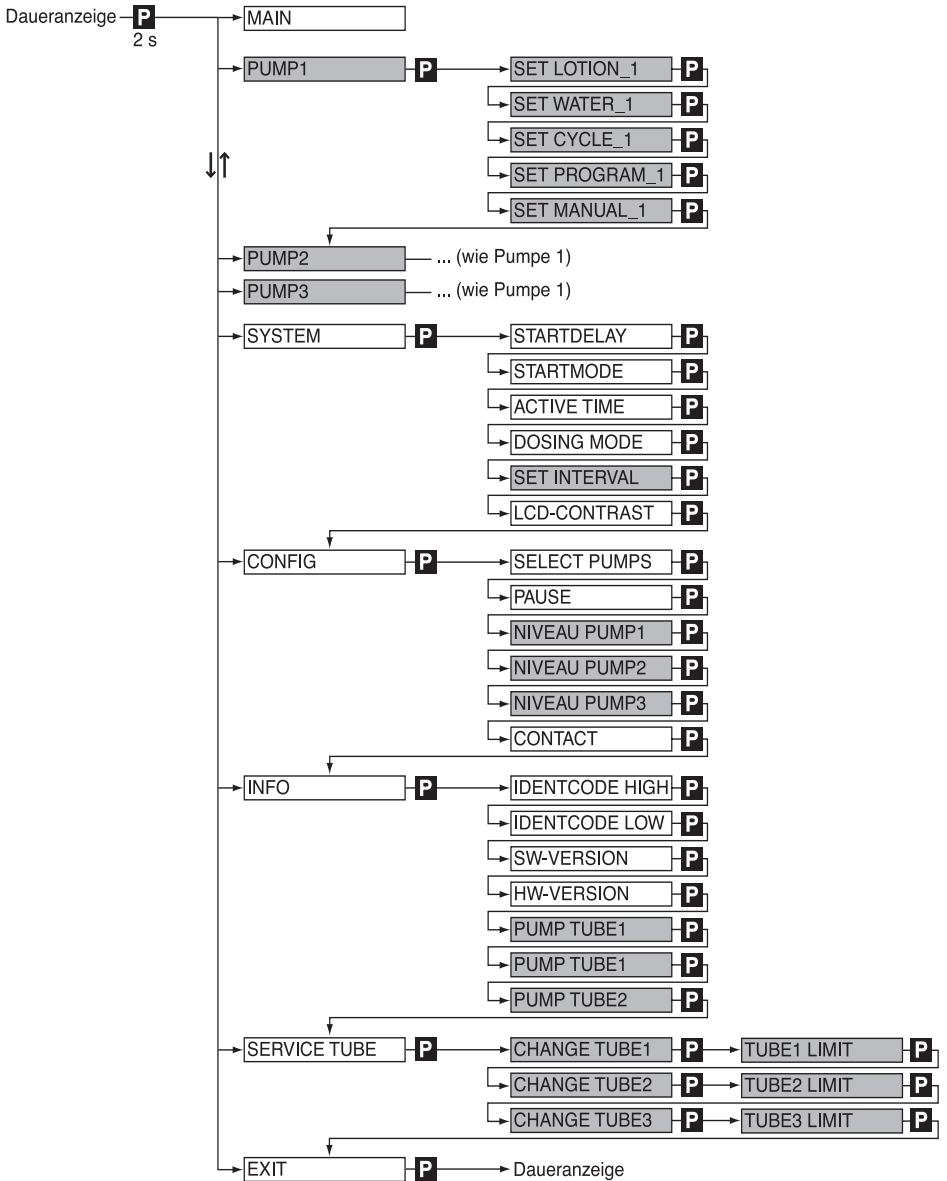

Abb. 7 Struktur des Bedienmenüs. Grau hinterlegte Menüpunkte sind ausblendbar.
- Die Einstellung des Parameters SELECT PUMPS verändert das Aussehen des Bedienmenüs. Es werden nur die Menüseiten und Parameter der dort ausgewählten Pumpe(n) angezeigt. Betroffen sind die in Abb. 7 „Struktur des Bedienmenüs“ grau unterlegten Menüseiten/Parameter. Dies beeinflusst auch die Anzahl der Handlungsschritte, die zum Erreichen einer bestimmten Menüseite / eines bestimmten Parameters notwendig sind!